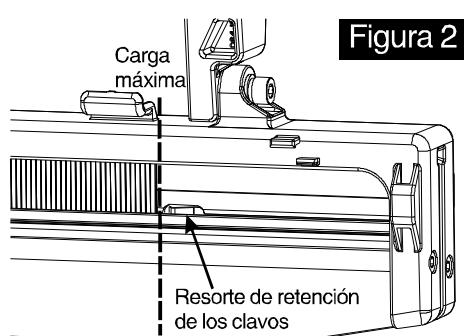

Figura 2
2. Coloque el listón de sujetadores en la parte posterior del cargador (A). Asegúrese de que los sujetadores apunten hacia abajo. (Vea figura 1 & figura 2)
3. Esta herramienta utiliza una palanca de sobreceso accionada por resorte para cargar y descargar(B) los clavos. Una vez que los clavos estén insertados correctamente, tire del disparador completamente hacia la parte trasera de la recámara, presionando contra la palanca de sobreceso del disparador.